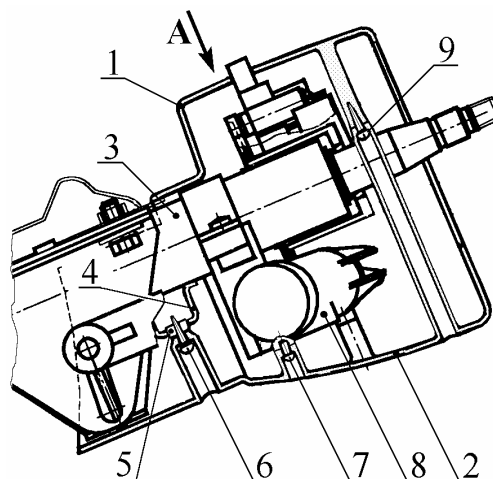

Рис. 22. Снятие кожухов с колонки рулевого управления:
7.2. Снять верхний и нижний кожухи 1, 2 (рис. 22) с колонки 3 рулевого управления, вывинтив два винта 9 крепления верхнего кожуха к нижнему, два винта 6 крепления нижнего кожуха к скобе 4 колонки и один винт 7 крепления к корпусу 8 замка зажигания.